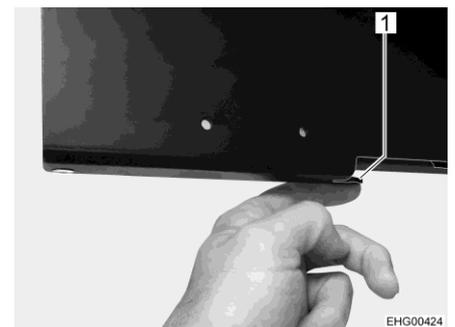

Fig. 85 Desbloquear el mecanismo de giro
- Para girar la pantalla plana a la posición deseada: pulsar la palanca negra (Fig. 85,1) abajo en la placa del dispositivo de extracción y girar la pantalla plana.